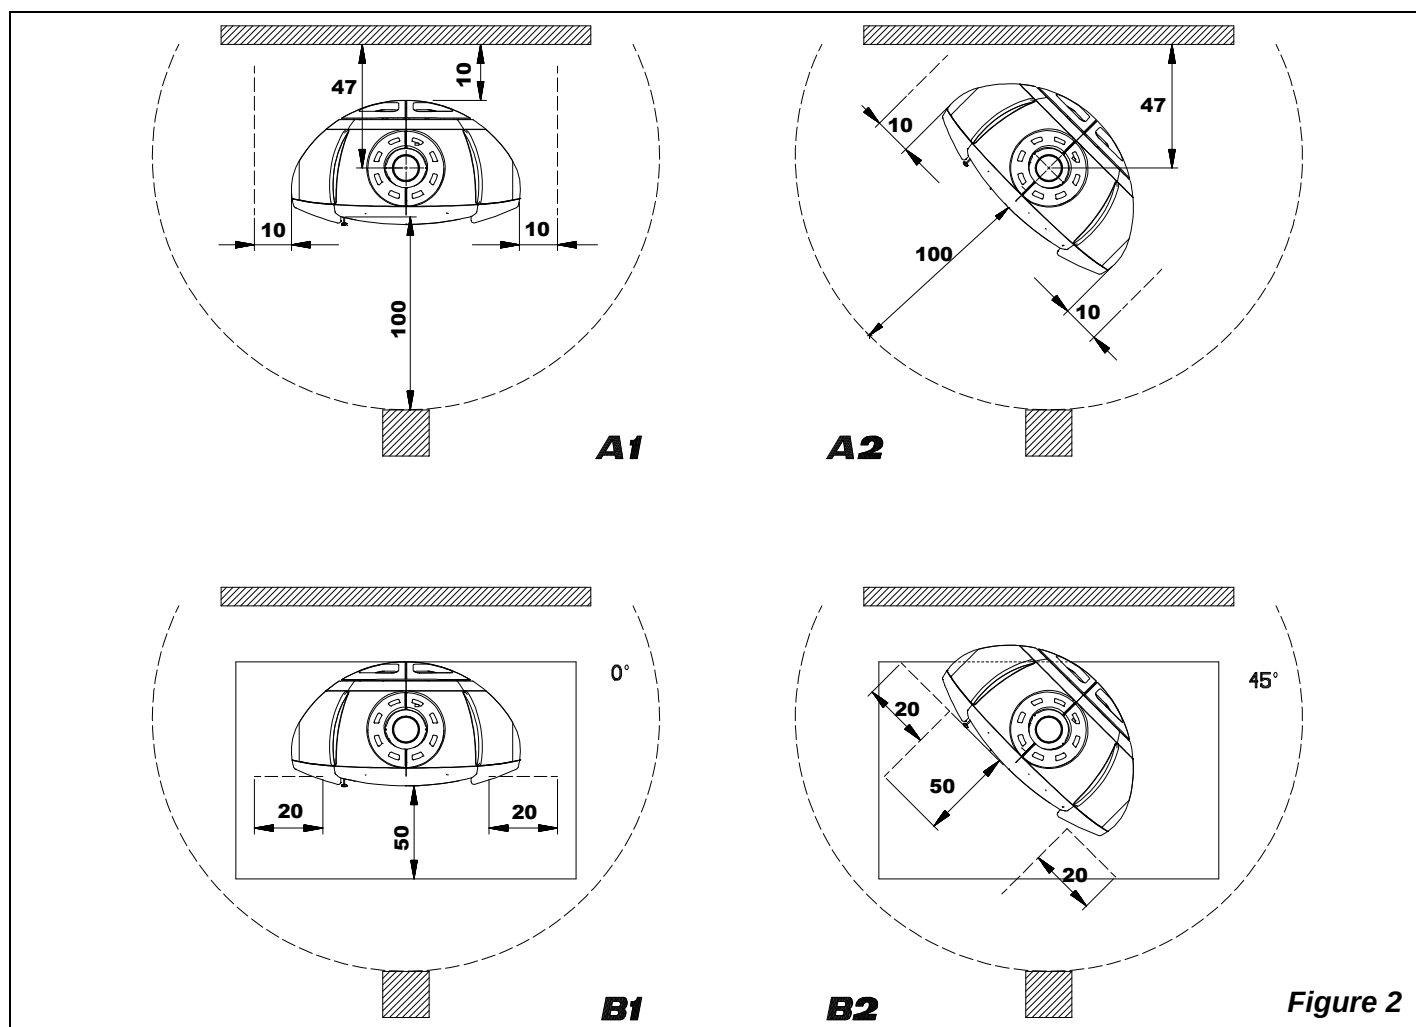

Figure 2
- pour assurer une isolation thermique suffisante, respecter la distance minimale de sécurité entre le poêle et les éléments de construction et objets inflammables et sensibles à la chaleur (meubles, revêtements en bois, tissus, etc.) (voir Figure 2 A1 A2). **Toutes les distances minimales de sécurité sont indiquées dans l'étiquette du produit et on il NE FAUT PAS descendre au-dessous des valeurs indiquées.**
- si le produit est installé sur un sol de matériau inflammable, prévoir une base ignifuge. **Les sols composés par matériaux inflammables**, comme moquette, parquet ou liège etc., **doivent être remplacés** par une couche de matériel pas inflammable, par exemple céramique, pierre, vitre ou acier etc.. (dimensions selon les dispositions régionales). Le fond doit dépasser devant d'au moins **50cm** et latéralement d'au moins **30cm** au-delà de l'ouverture de la porte de chargement, en tenant compte également de la possibilité de rotation du poêle (voir Figure 2 B1 B2)